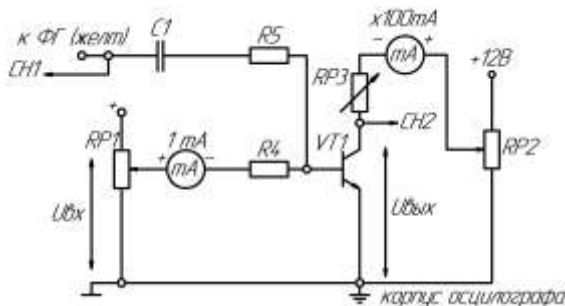

Рисунок 21 - Схема для исследования усилительного каскада
1) Собрать схему для исследования усилительного каскада в соответствии с рис. 21. Резистор $RP3$ установить в 200. Подключить канал $CH1$ осциллографа ко входу усилителя, а канал $CH2$ к выходу усилителя. Включить временную развертку осциллографа. Включить функциональный генератор и установить синусоидальный сигнал частотой 50 Гц, уменьшить сигнал до нуля регулятором амплитуды функционального генератора. Переключить входы $CH1$ осциллографа на положение «вход закорочен». Включить питание стенда. При токе $I_b = 0$ установить на потенциометре $RP2 = 2$ и далее не изменять его при всех экспериментах (не трогать ручку потенциометра $RP2$);